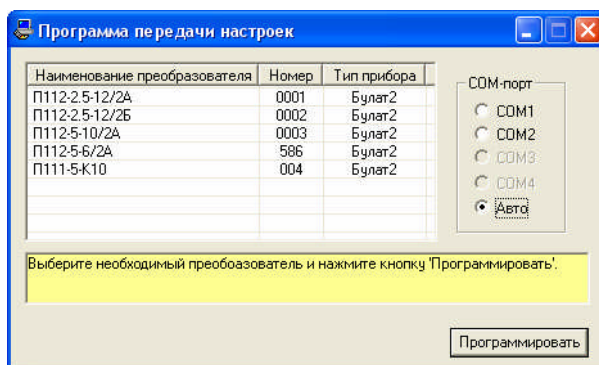

Рисунок 1
- На компьютере запускается программа send.exe. При запуске программа сканирует каталог, из которого она запущена на предмет наличия файлов с настройками преобразователей. Все найденные файлы отображаются в окне программы в виде названий преобразователей (рисунок 1).